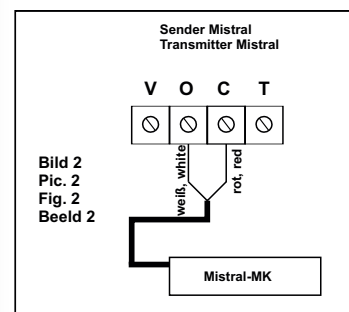

Bild 2 Pic. 2 Fig. 2 Beeld 2
Die rote Ader in der Leitung wird an Klemme (C) des Mistral Senders angeklemt. Die weiße Ader wird an Klemme (O) angeklemt. (Bild 2)